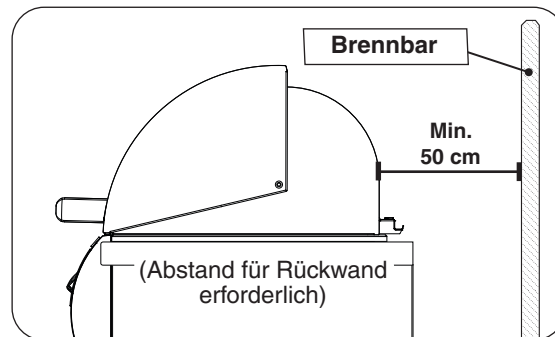

Abb. 10-3 Freiraum 'C' Diagramm
- Das Gerät muss einen Mindestabstand von 50 cm zu brennbaren Rückwänden haben (siehe Abb. 10-3).